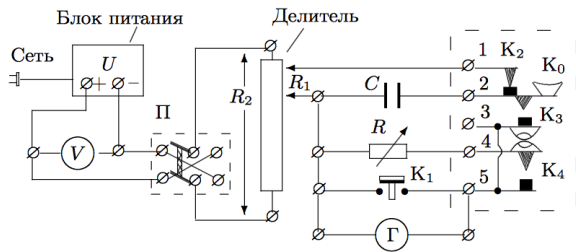

Рис. 2. Схема установки для определения баллистической постоянной
**Экспериментальная установка.** Для изучения работы гальванометра в режиме измерения заряда используется схема, представленная на рис. 2. Система ключей устроена так, что нормально ключ  $K_2$  замкнут, а ключи  $K_3$  и  $K_4$  разомкнуты. При нажатии на кнопку  $K_0$  сначала размыкается ключ  $K_2$ , затем замыкается  $K_3$  и через некоторое время —  $K_4$ .
8. Для исследования работы гальванометра в баллистическом режиме соберите схему по рис.2.